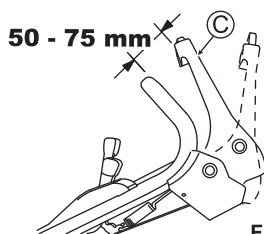

Fig. 25
Réglez de telle façon que la lame commence à tourner lorsque la distance entre le levier d'embrayage de la lame (C) et le guidon est de 50 - 75 mm, avec le bouton jaune enfoncé ainsi qu'illustré dans la Fig. 25.